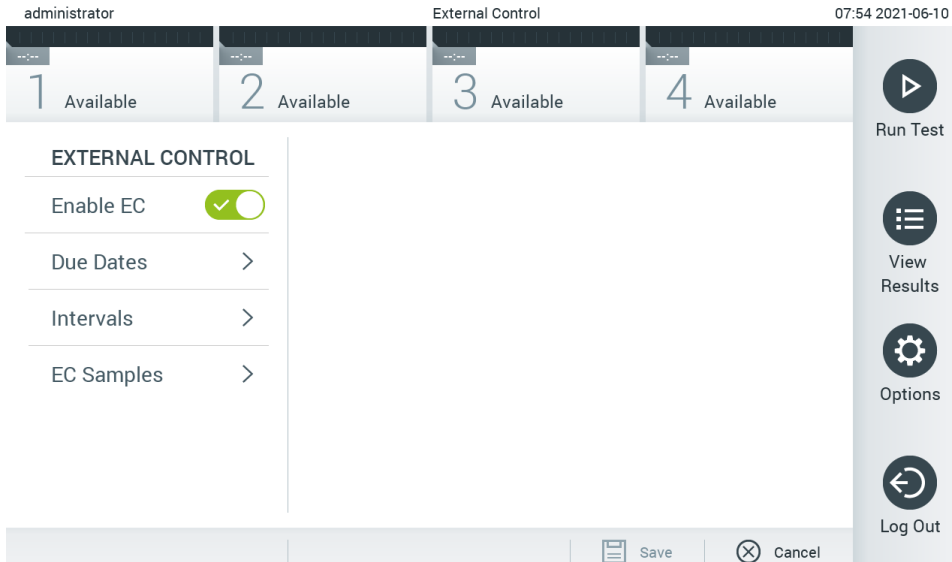

图 50. External Control（外部对照品）屏幕。
2. 按下 **Enable EC**（启用 EC）切换按钮以激活功能（图 50）。